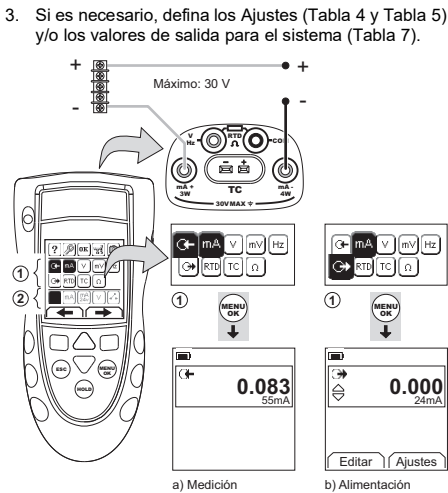
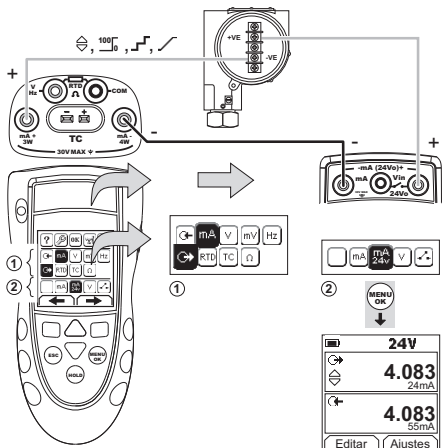
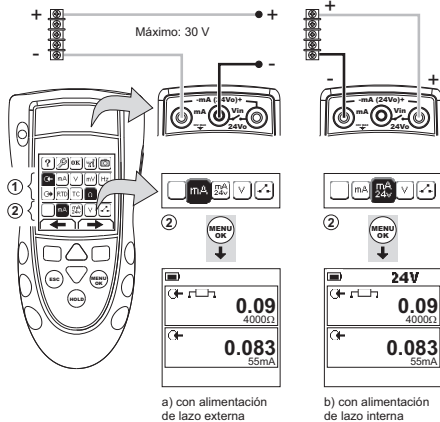

Figura 1: Ejemplo de configuración: Medición/alimentación de mA con alimentación de lazo externa (Área ①)
Figura 2: Ejemplo de configuración: Alimentación de mA con alimentación de lazo interna (Área ①)
Figura 3: Ejemplo de configuración: Medición de mA (función dual, área ②)
1. Conecte el instrumento (Figura 1, Figura 2 o Figura 3) y, si es necesario, ajuste las opciones de Configurar (Tabla 1).
- Nota:** Utilice el área de función dual (②) para realizar dos operaciones al mismo tiempo. Si no es necesaria la selección del área ②, desactive esta área (■). De este modo se ahorra batería.